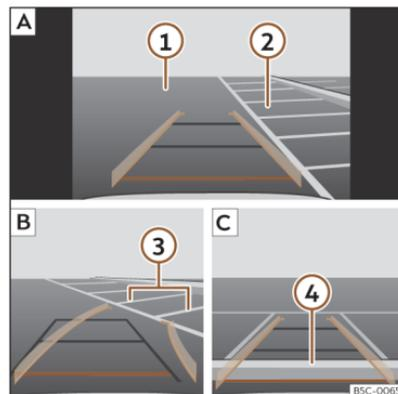

Fig. 155 Visualización en la pantalla del sistema de infotainment: aparcar con el asistente de marcha atrás.
Leyenda de la >>> **fig. 155:**
- Sitúe el vehículo delante del hueco de aparcamiento >>> **fig. 155** **2** **A**.